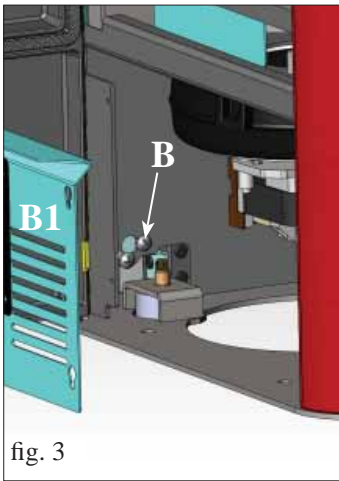

fig. 3
- Abrir la puerta y quitar el panel galvanizado (B1 - fig. 3)
- Aflojar el tornillo inferior (B -fig. 3).